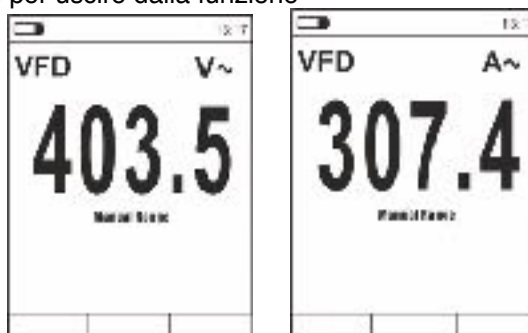

Fig. 11 Descrizione misura di Tensione o Corrente AC in modo VFD
3. Premere a lungo il tasto **MODE/VFD** selezionando le modalità “VFD” (vedere Fig. 11)